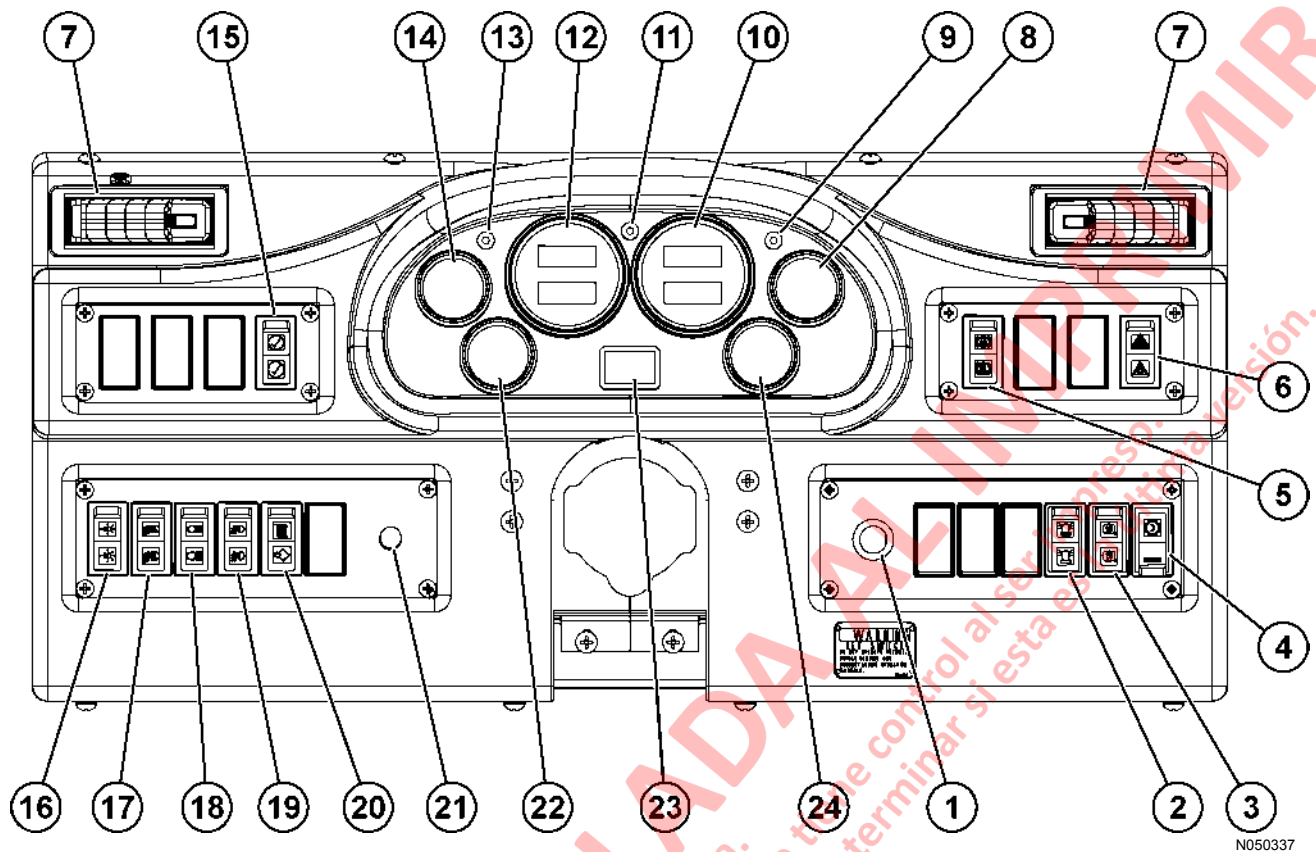

FIGURA 5-9. PANEL MEDIDORES, INDICADORES Y CONTROLES
El switch de partida (1, Figura 5-9) es un switch de tres posiciones (ACC, APAGADO, FUNCIONAMIENTO, PARTIDA). La posición ACC no se usa normalmente.
2. Después que el motor ha arrancado, ponga el switch rest (6, Figura 5-9) en la posición OFF para desactivar el modo de operación rest.
El switch de la baliza giratoria (4, Figura 5-9) se usa para activar la baliza giratoria (si está equipado) en la parte superior de la cabina del operador.
El switch de espejos con desempañador (5, Figura 5-9) se usa para activar los espejos con desempañador (si está equipado) a ambos lados del camión..
El switch rest (6, Figura 5-9) es un switch oscilante con un dispositivo de bloqueo para la posición OFF. Se debe presionar una pequeña lengüeta para desbloquear el switch antes de presionar a la posición ON. Cuando está en la posición ON se encenderá una luz de color ámbar en el switch.
El switch de bloqueo de frenos de las ruedas (7, Figura 5-9) se debe usar con el motor funcionando sólo durante operaciones de carga y descarga. El switch de bloqueo de frenos acciona el sistema de freno hidráulico que bloquea **sólo los frenos de servicio de las ruedas traseras**. Al entrar en el área de pala o de volteo, detenga el camión usando el pedal de freno.
El switch de luz de advertencia de peligro (8, Figura 5-9) hace destellar todas las luces señalizadoras de viraje. Al presionar la parte inferior del switch oscilante se activan estas luces. Al presionar la parte superior del switch oscilante estas luces se apagan.
Los respiraderos del aire acondicionado/calentador (9, Figura 5-9) pueden ser dirigidos por el operador para proporcionar el flujo de aire más agradable en la cabina.
El medidor de presión de aceite del motor (10, Figura 5-9) indica la presión en el sistema de lubricación del motor. La presión normal de operación después de calentar el motor debe ser de:
El indicador (11 Figura 5-9) se enciende para indicar que los señalizadores de viraje a la derecha están funcionando cuando la palanca de señalización de viraje se mueve hacia arriba. Al mover la palanca a su posición central se apagará el indicador.
El tacómetro digital (12, Figura 5-9) registra la velocidad de la caja del cigüeñal del motor en cientos de revoluciones por minuto (rpm).
Cuando está encendido, el indicador de luces altas (13, Figura 5-9) indica que las luces delanteras están en altas. Para cambiar de luces delanteras a luces altas, tire la palanca de señalización de viraje hacia dentro. Para luces bajas, tire la palanca hacia el volante de la dirección.
La pantalla del velocímetro/medidor de carga útil (14, Figura 5-9) indica la velocidad del camión en kilómetros por hora (kph) o en millas por hora (mph). La pantalla también muestra la información del medidor de carga útil. Para mayor información, consulte la Sección M20, Medidor de Carga Útil III.
El indicador (15, Figura 5-9) se enciende para indicar que los señalizadores de viraje a la izquierda están funcionando cuando la palanca de señalización de viraje se mueve hacia abajo. Al mover la palanca a su posición central se apaga el indicador.
El medidor de temperatura refrigerante (16, Figura 5-9) indica la temperatura del refrigerante en el sistema de enfriado del motor. El rango de temperatura después de calentar el motor con el camión operando en condiciones normales debe ser de 85° a 97°C (185° - 207°F)..
El switch de prueba de luces (17, Figura 5-9) permite al operador probar las luces indicadoras antes de arrancar el motor. Para probar las luces y la bocina de advertencia, gire el switch de partida a la posición RUN y presione la parte inferior del switch oscilante para la posición de CHECK.
Las luces del panel de instrumentos, las luces de despeje y las luces delanteras son controladas por este switch oscilante de tres posiciones (18, Figura 5-9). Si se selecciona OFF presionando la parte inferior del switch. Presione la parte superior del switch hasta que llegue a la primera detención para seleccionar sólo las luces del panel, las luces de despeje y las luces traseras. Vuelva a presionar la parte superior del switch hasta alcanzar la segunda detención para seleccionar las luces delanteras, las luces del panel, las luces de despeje y las luces traseras.
Switch de luz de escalera (19, figura 5-9) enciende y apaga las luces de la escalera después o antes de utilizar la escalera. Presiona la parte superior del switch enciende las luces. Presionar la parte inferior del switch apaga las luces. Otro switch se monta en la parte delantera izquierda del camión cerca de la base de la escalera.
El switch de luz de retroceso (20, Figura 5-9) permite encender las luces de retroceso para una mayor visibilidad y seguridad cuando la palanca de control direccional no está en la posición de REVERSE.
Al presionar la parte superior del switch de neblineros (21, Figura 5-9) se encienden las luces. Al presionar la parte inferior del switch, las luces se apagan.
El switch del Medidor de Carga Util (22, Figura 5-9) es un switch oscilante temporal de dos posiciones. La posición superior es la posición SELECT. Esta posición se usa para avanzar por las diferentes pantallas. La posición inferior es la posición SET. Esta posición se usa para establecer la identificación del operador, o para borrar los contadores de carga y toneladas totales.
El switch del regulador de intensidad de luces del panel (23, Figura 5-9) es un reóstato que permite al operador variar el brillo de los instrumentos y de las luces de encendido del panel.
El medidor de temperatura del aceite hidráulico (24, Figura 5-9) indica la temperatura del aceite hidráulico. Tiene dos bandas de colores: verde y roja.
El medidor de horas del motor (25, Figura 5-9) registra el número total de horas que el motor ha estado en operación.
El medidor de combustible (26, Figura 5-9) indica cuánto combustible diesel queda en el estanque. vea Sección P2, Lubricación y Servicio para la capacidad del estanque de combustible.